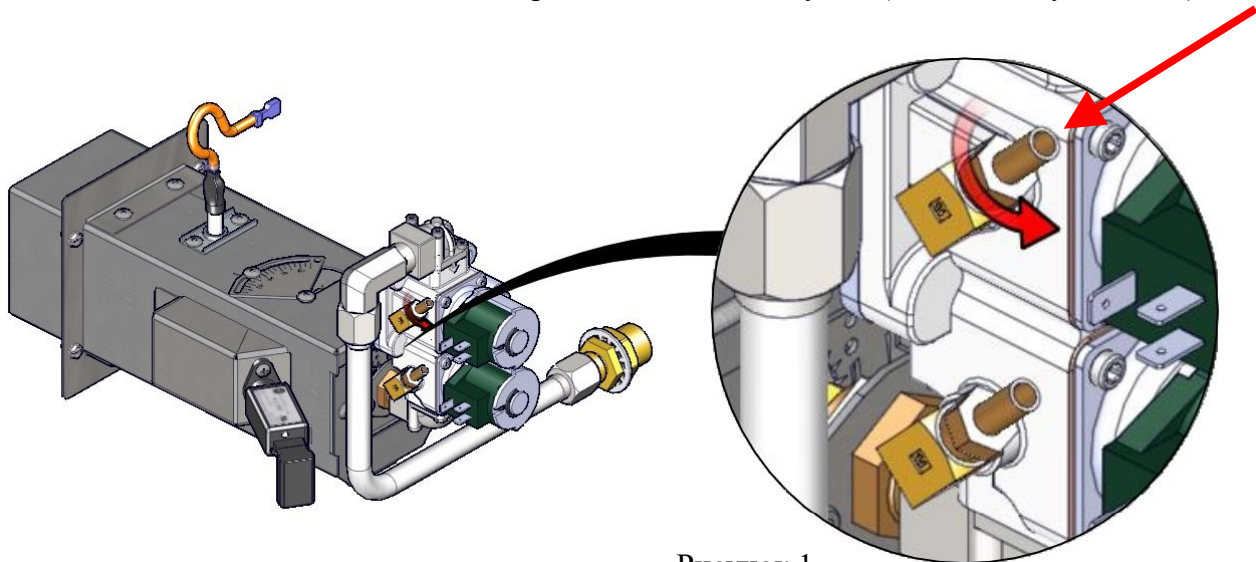

Рисунок 1
- Ослабьте винт 1 полный оборот против часовой стрелки (рис. 1)